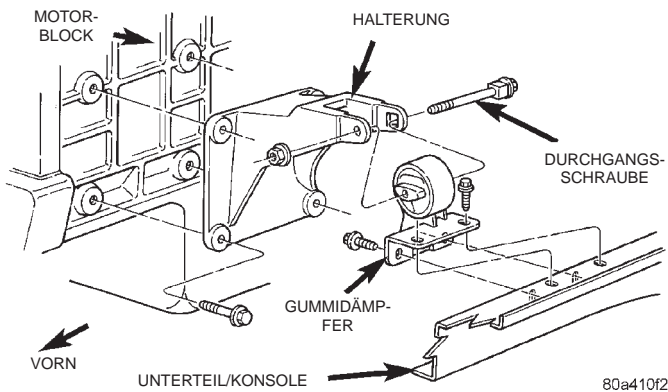

Abb. 7 Vordere Aufhängung—Linke Seite
- (1) Minuskabel der Batterie abklemmen.
- (2) Fahrzeug anheben.
- (3) Motor abstützen.
- (4) Mutter von der Durchgangsschraube abschrauben. NICHT an der Durchgangsschraube drehen (Abb. 7).
- (5) Schrauben der Gummidämpferkonsole herausdrehen.
- (6) Schrauben der Anbauhalterung am Motor herausdrehen.
- (7) Motor anheben.
- (8) Durchgangsschraube herausnehmen.
- (9) Gummidämpfer ausbauen.
- (10) Anbauhalterung am Motor abbauen.